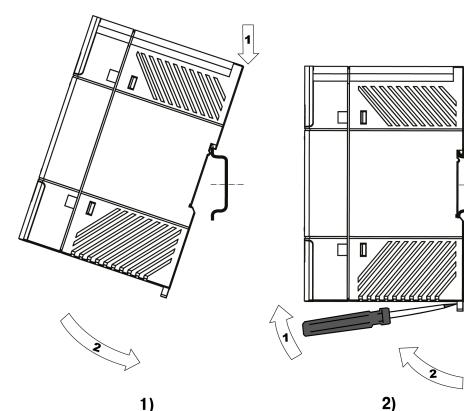

Рисунок 4.3 – Монтаж (1) и демонтаж (2) прибора
- С усилием придвигать прибор к DIN-рейке в направлении, показанном стрелкой, до фиксации защелки (см. рисунок 4.3).
Для демонтажа прибора следует (см. рисунок 4.3):